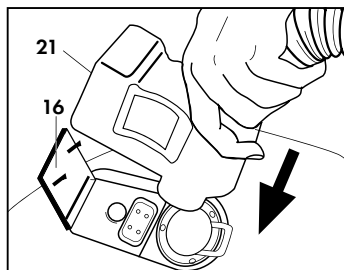

Fig. 10
Fermer le volet de la prise des accessoires (16) sur le corps de la fixation rapide en vous assurant que les deux éléments s'accrochent. (Fig. 10)